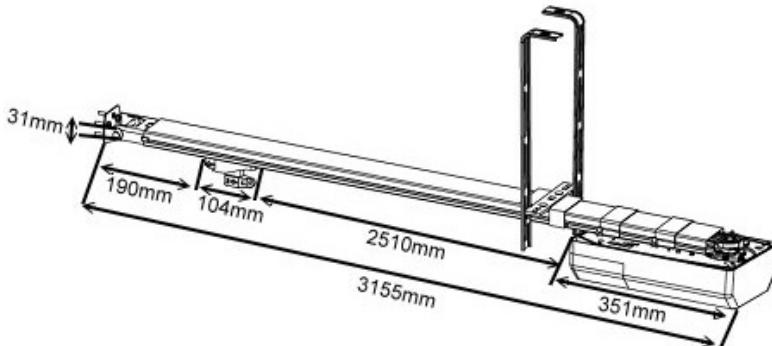

Fig 24
4. Medidas da calha e motor (Fig.24).